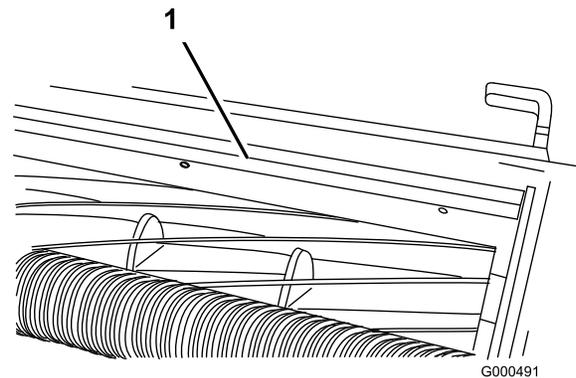

Bild 11
1. Lockern Sie die Schrauben, mit denen die obere Leiste am Mähwerk befestigt ist (Bild 11).